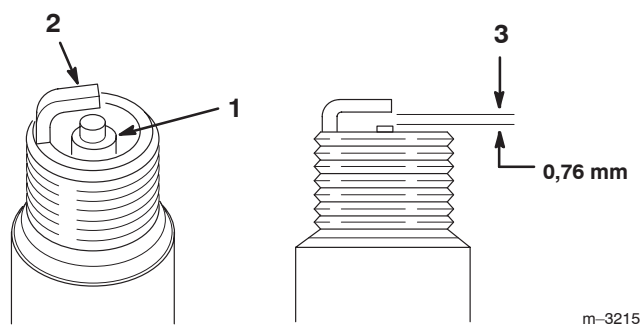

Figure 56
1. Inspectez le centre des bougies (Fig. 56).
2. Contrôlez l'écartement entre les électrodes centrale et latérale (Fig. 56) et pliez l'électrode latérale si l'écartement est incorrect.